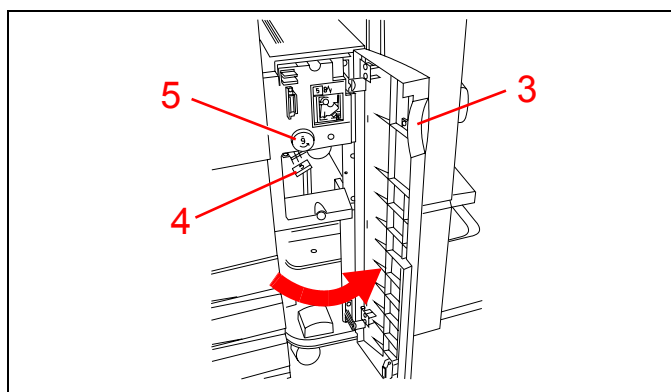

Figura 16
3. Si el atasco es detrás de la puerta delantera izquierda, consulte la Figura 16. Abra la puerta izquierda.